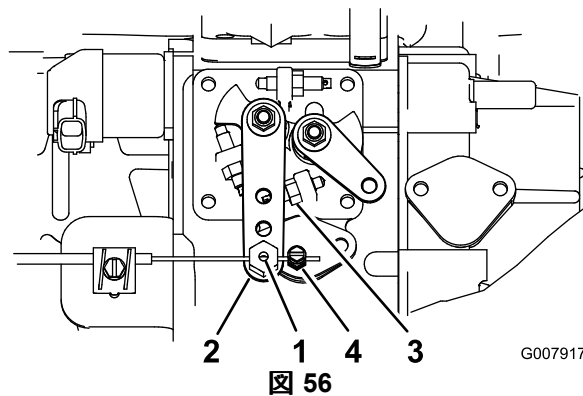

図 56
2. 燃料噴射ポンプのレバーの隣にあるスロットルケーブルのコネクタをゆるめる 図 56。
3. インジェクションポンプレバーのアームをハイアイドルストップに当てる 図 56。